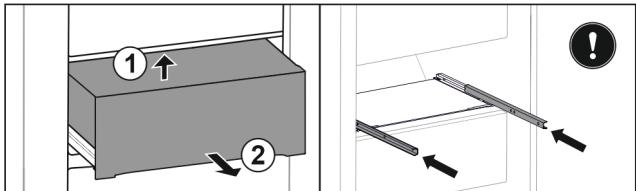

Fig. 159
- Приподнимите выдвижной ящик сзади снизу. Fig. 159 (1)
- Извлеките выдвижной ящик движением вперед. Fig. 159 (2)